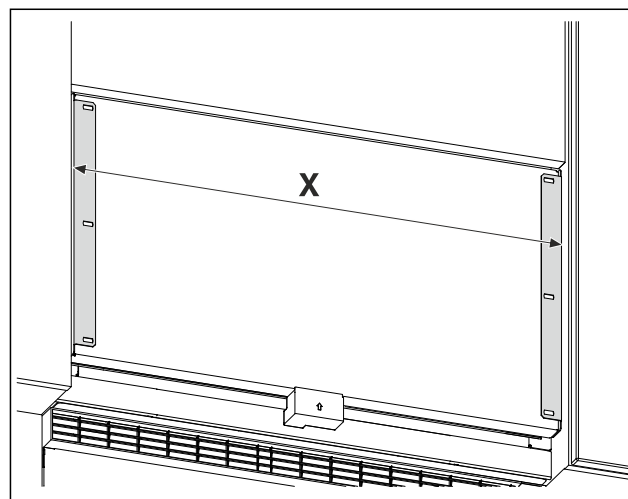

Fig. 27 Beispielhafte Darstellung
- ▶ Abstand Fig. 27 (X) zwischen den Außenkanten der Haltewinkel messen.